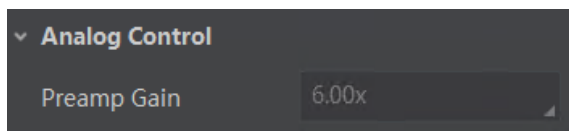

图7-27 模拟增益设置
- *Preamp Gain*：通过 *Analog Control* 属性下的 *Preamp Gain* 参数进行设置，可查看当前相机支持的模拟增益大小，如图 7-27 所示。